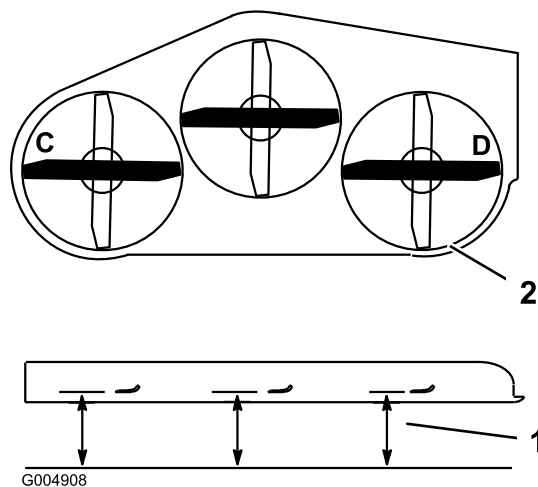
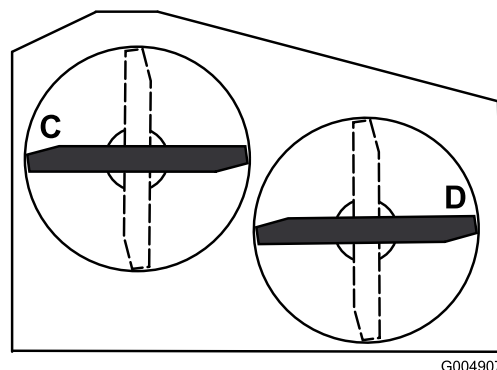

Figure 76
Figure 77
2. Tournez les lames jusqu'à ce qu'elles soient parallèles dans le sens transversal. Mesurez la distance aux points **C** et **D** (Figure 76) entre une surface plane et le bord coupant des pointes des lames. Pour les tabliers de coupe de 36 pouces, reportez-vous à la Figure 77.